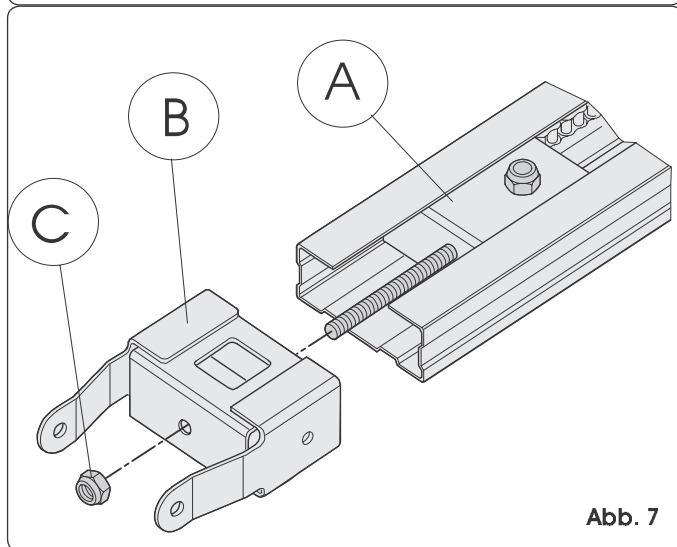

Abb. 7
- 2) Die Umlenkung auf der ganzen Gleitführung entlang (Abb. 7 Bez. A) bis in die Nähe des vorderen Endverschlusses entgegen der Zugkupplungsgruppe schieben.
- 3) Die vordere Befestigung (Abb. 7 Bez. B) an der Umlenkung montieren (Abb. 7 Bez. A).
- 4) Die Kette leicht spannen und hierzu die Mutter anschrauben (Abb. 7 Bez. C).